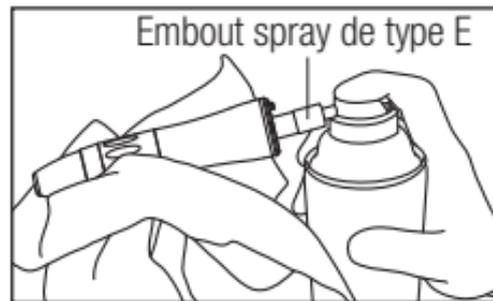

Fig. 17
- 3 Tenez la pièce à main et pulvérisez pendant 2 ou 3 secondes, jusqu'à ce que de l'huile sorte par l'embout (Fig. 17). Répétez la lubrification jusqu'à ce que les corps étrangers cessent de sortir par l'extrémité.